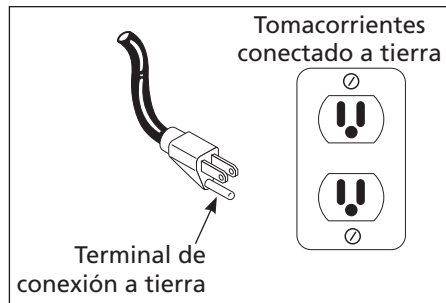

Figura 6 - Método de conexión a tierra
- Este producto está diseñado para circuitos nominales de 120 voltios y tiene un enchufe para conexión a tierra similar al de la Figura 6.